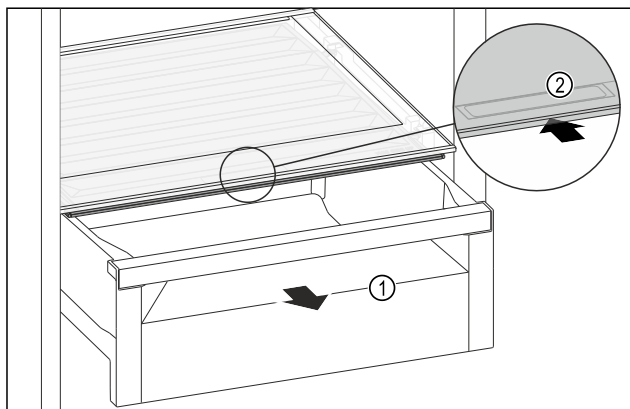

Fig. 162
- Schuifvak Fig. 162 (1) uittrekken.
- Greeplijst Fig. 162 (2) op het vakdeksel vastpakken en het vakdeksel gelijktijdig naar achteren schuiven.